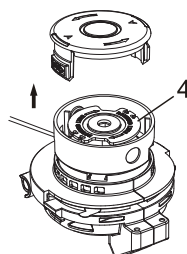

Fig.12
3. Tirer la bobine vide (4) vers le haut pour la retirer du boîtier de la bobine avec le fil pour coupe-herbe restant (Fig.12).